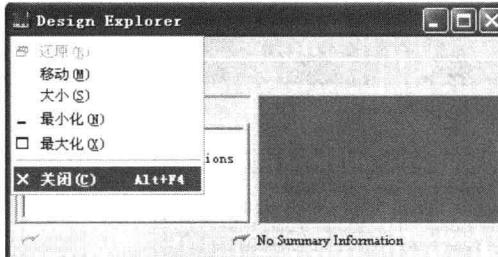

图 1-5 关闭方法二
(2) 方法二：单击主窗口标题栏中的“关闭”按钮，或直接双击“系统菜单”，退出程序，如图 1-5 所示。